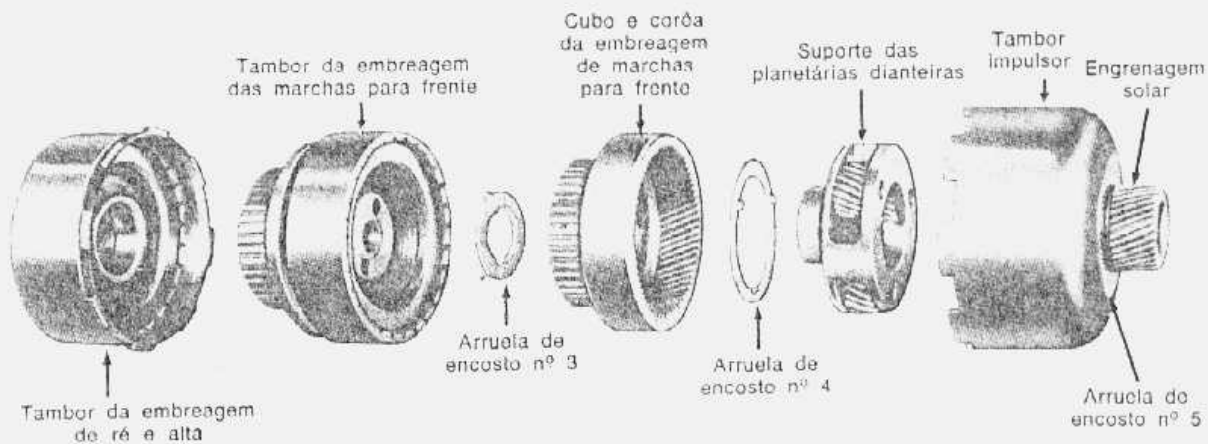

fig. 48 — trem de engrenagens dianteiro desmontado
cha-à-ré e alta com respectivo tambor, da embreagem de marchas para frente (fig. 48).
15. Se a arruela de encosto nº 2 (fig. 41) não saiu juntamente com a bomba traseira, removê-la do cilindro da embreagem de marchas para frente. Remover o conjunto da embreagem de marchas para frente, do seu cubo e coroa (fig. 48).
16. Se a arruela de encosto nº 3 (fig. 48) não saiu com a embreagem de marchas para frente, removê-la do cubo da embreagem.
17. Remover o cubo e a coroa da embreagem de marchas para frente, do suporte das planetárias (fig. 48).